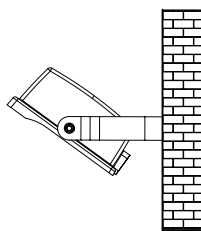

Fig. 8
- 6.) Attachez le support en U à la surface, desserrez les boulons des deux côtés du support en U et ajustez l'angle désiré du luminaire. Fixez le luminaire dans cette position en serrant les boulons des deux côtés du support en U (**Fig. 8**).